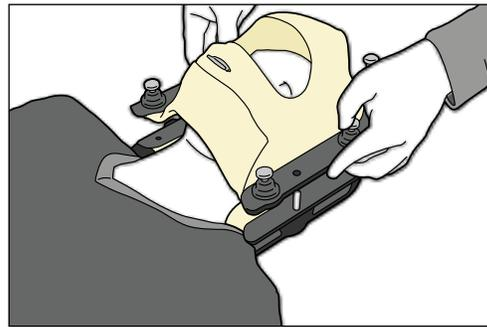

図27
3. 患者の顔から前部マスクをそっと取り外します。(図27)